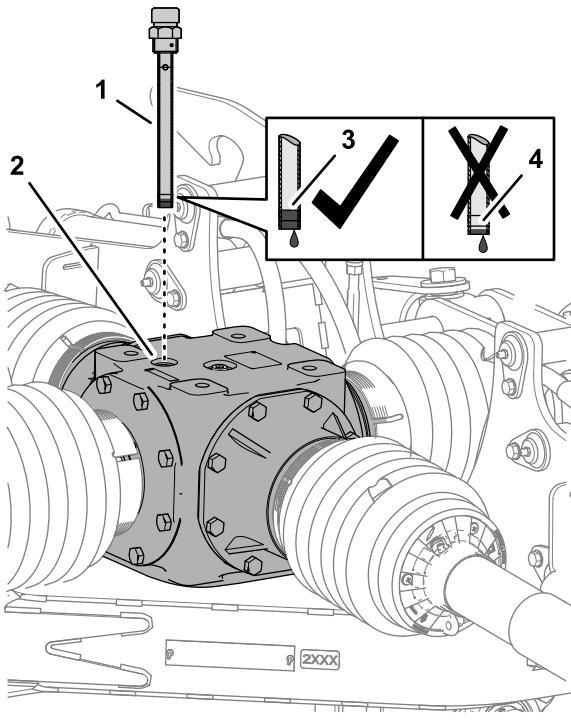
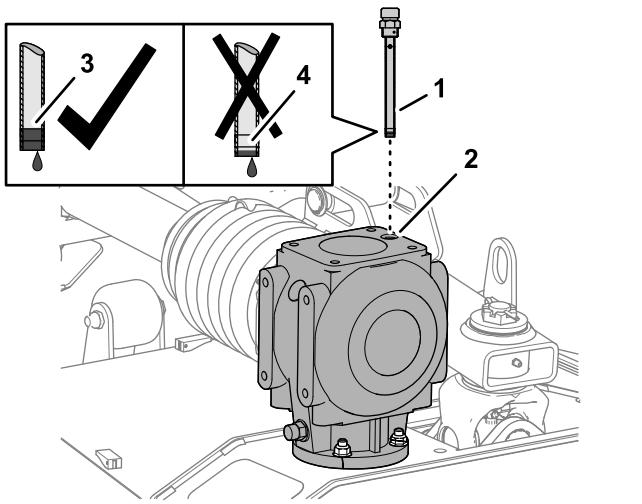

Figure 57
Figure 58
1. Retirez la jauge de l'orifice au sommet du boîtier d'engrenages central (Figure 57 ou Figure 58).
2. Vérifiez le niveau de liquide indiqué sur la jauge (Figure 57 ou Figure 58). Le niveau doit se situer entre les repères maximum et minimum sur la jauge.
- 4. Revissez et serrez la jauge dans l'orifice de remplissage (Figure 57 ou Figure 58).